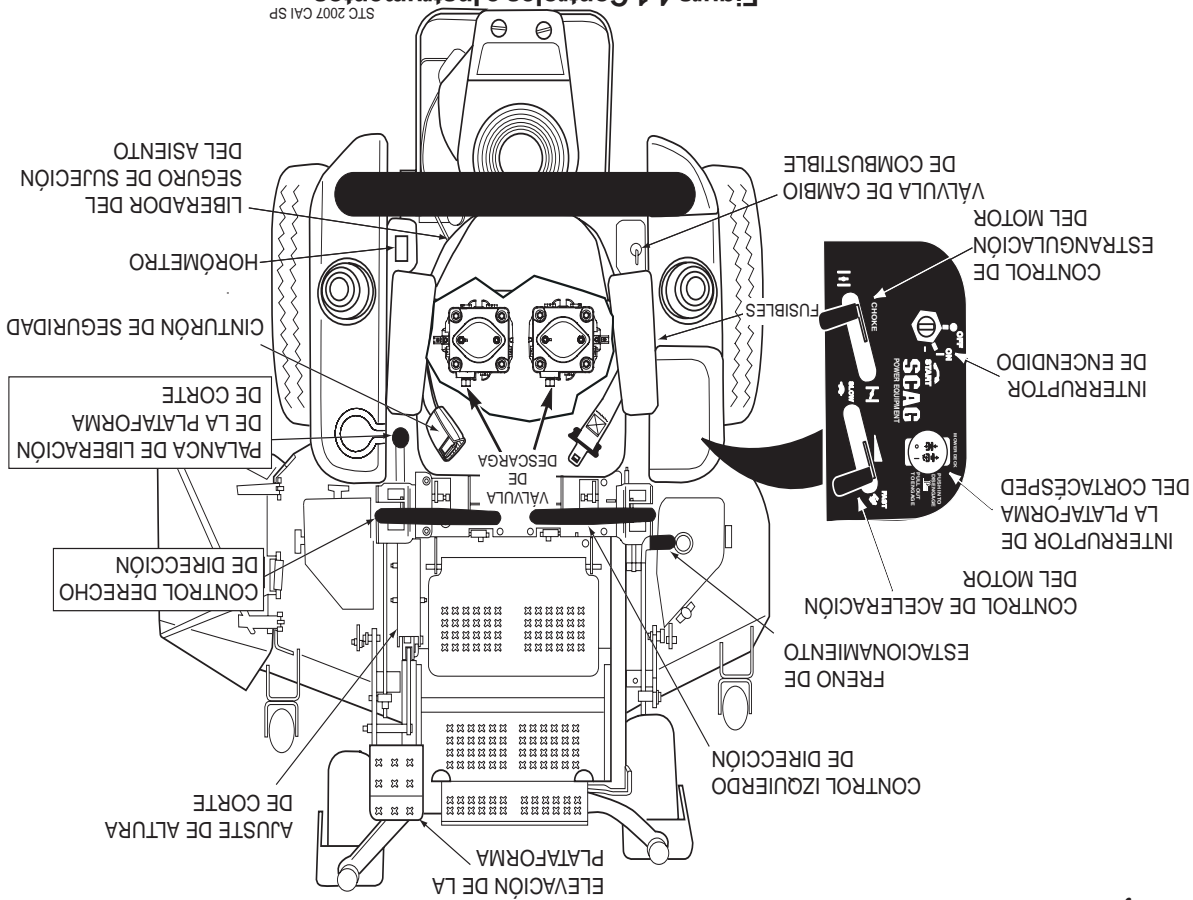

Figura 4-1 Controles e Instrumentos
5. **Horómetro (Figura 4-1).** Indica el número de horas que ha operado el motor. Opera cuando el interruptor de la llave de encendido está en la posición ON. Ha fijado los recordatorios para el mantenimiento del motor y los cambios de aceite del sistema hidráulico. El mantenimiento programado empezará a destellar 2 horas antes de la hora establecida y continuará destellando hasta 2 horas después. Reinicia automáticamente.
6. **Portafusibles (Figura 4-1).** Dos fusibles de 20 Amp protegen el sistema eléctrico del cortacésped. Para reemplazar los fusibles, retire el fusible del zócalo e instale uno nuevo.
7. **Control izquierdo de dirección (Figura 4-1).** Usado para controlar la rueda izquierda del cortacésped al avanzar hacia adelante o en reversa.
8. **Control derecho de dirección (Figura 4-1).** Usado para controlar la rueda derecha del cortacésped al avanzar hacia adelante o en reversa.
9. **Control del freno de estacionamiento (Figura 4-1).** Usado para accionar y desconectar los frenos de estacionamiento. Tire de la palanca para accionar los frenos de estacionamiento. Presione la palanca para desconectar los frenos de estacionamiento.
10. **Válvula de cambio de combustible (Figura 4-1).** Ubicada en el lado izquierdo de la máquina. Usada para cortar el suministro del combustible al motor y cambiar la alimentación de combustible entre tanques. Gire la válvula en contra del sentido de las agujas del reloj para suministrar combustible solamente del tanque del lado izquierdo. Gire la válvula en el sentido de las agujas del reloj para suministrar combustible solamente del tanque del lado derecho.
12. **Palanca de pie de elevación de plataforma (Figura 4-1).** Usada para levantar y bajar la plataforma de corte.
13. **Ajuste de la altura de corte (Figura 4-1).** Usado para poner la plataforma de corte en la altura de corte deseada.
14. **Palanca de liberación de la plataforma de corte (Figura 4-1).** Usada para trabar la plataforma de corte en la posición de transporte. Para corte normal, empuje el pedal hacia adelante y tire de la palanca de desenganche de modo de soltar la plataforma de corte.
15. **Cinturón de seguridad (Figura 4-1).** Usado para asegurar al operador. El cinturón de seguridad debe usarse solo cuando la barra contra vuelco esté en posición vertical y bloqueada.
16. **Librador del seguro de sujeción del asiento (Figura 4-1).** Ubicado detrás del asiento. Usado para asegurar el asiento en la posición de operación. Libere el seguro para tener acceso a la parte inferior del asiento.
1. **Interruptor de encendido (Figura 4-1).** Usado para arrancar el motor; tiene tres posiciones: OFF, ON y START.
2. **Interruptor de la plataforma del cortacésped (Figura 4-1).** Usado para accionar y desconectar el sistema de transmisión del cortacésped. Tire del interruptor para accionar la transmisión de plataforma. Presione el interruptor para desconectar la transmisión de plataforma.
3. **Control de estrangulación del motor (Figura 4-1).** Usado para arrancar un motor frío.
4. **Control de aceleración del motor (Figura 4-1).** Usado para controlar la velocidad de motor. Presionando la palanca hacia abajo aumenta la velocidad del motor. Tirando de la palanca hacia atrás disminuye la velocidad del motor. La posición completamente hacia atrás es la posición de **MARCHA EN VACÍO**. La posición de corte es la de más adelante.